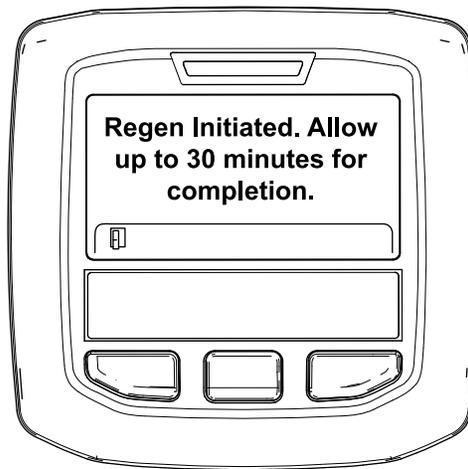

Рисунок 55
- Если регенерация разрешена, на дисплее инфо-центра появится сообщение «Regen Initiated. Allow up to 30 minutes for completion» («Регенерация запущена. Подождите 30 минут до завершения»). При появлении этого сообщения на дисплее инфо-центра подождите, пока машина не выполнит полный процесс регенерации с парковкой (Рисунок 55).